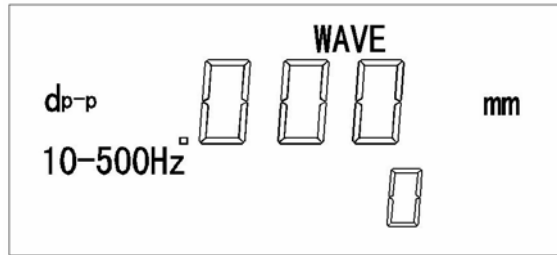

图 3-6
3. 按 **AVD** 键调整直到变为测量位移状态，见图 3-6；